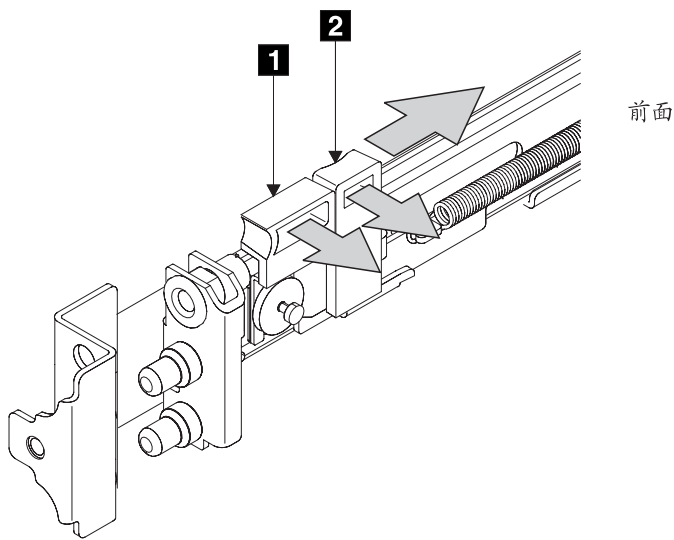

图 126. 打开前面的插销锁托架组合件
5. 当您向导轨远端移动插销控制杆**1**时，轻轻将插销锁**2**（图 126）推离导轨。插销锁托架组合件朝与弹力相反的方向滑动。